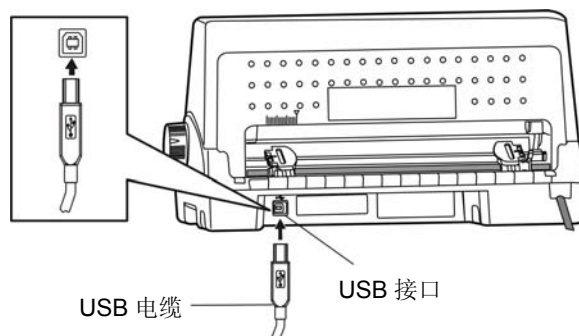
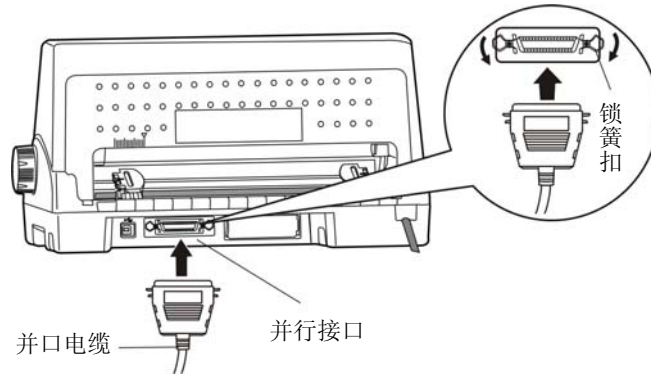
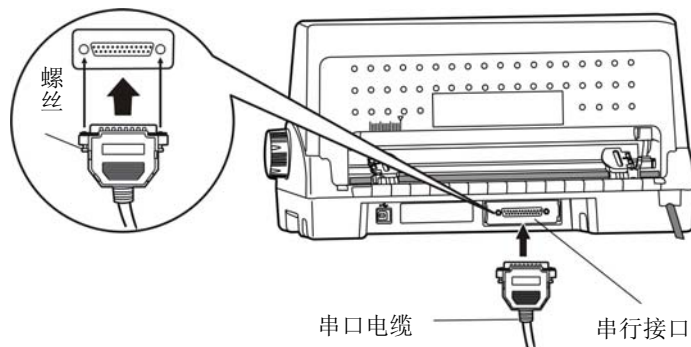
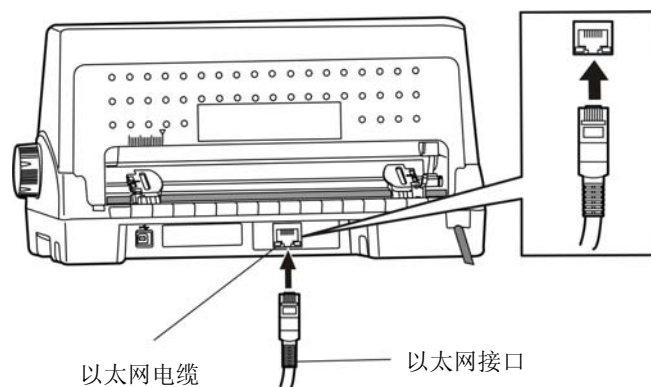

图 2-11 连接 USB 电缆
图 2-12 连接并口电缆
图 2-13 连接串口电缆
图 2-14 连接以太网电缆
本打印机可选配 USB 接口、并行接口、串行接口、以太网接口或蓝牙接口（产品的具体接口配置，以实物为准）。请根据需要，用相应的接口电缆把打印机与计算机相连〔如图 2-11、图 2-12、图 2-13 和图 2-14 所示〕。
2. 将 USB 电缆的 B 端插头（方型）插进打印机的 USB 接口插座中（如图 2-11 所示）。
1. 关闭计算机与打印机的电源，将并口电缆插头连接到打印机的并行接口，扣上连接器两侧的锁簧扣，固定并口电缆（如图 2-12 所示）。
1. 关闭计算机与打印机的电源，将串口电缆插头连接到打印机的串行接口，拧紧两侧的螺丝，固定串口电缆（如图 2-13 所示）。
将以太网电缆的 RJ-45 水晶插头一端插进打印机的以太网接口插座中，另一端插头连接到局域网的接入端（如图 2-14 所示）。